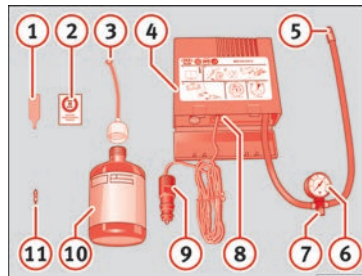

Fig. 48 Représentation standard : contenu du kit anticrevaison.
- Dévissez le capuchon et l'obus de la valve du pneu. Utilisez l'appareil » **fig. 48** **1** pour extraire l'obus. Placez-le sur une surface propre.
- Agitez fortement la bouteille de produit de colmatage des pneus » fig. 48 10.
- Vissez le tuyau de gonflage » fig. 48 3 sur la bouteille de produit de colmatage. Le plombage du goulot de la bouteille est automatiquement percé.
- Retirez le bouchon du tuyau de remplissage » fig. 48 3, puis vissez l'extrémité ouverte du tuyau sur la valve du pneu.
- Placez de nouveau l'obus de valve sur la valve du pneu avec l'outil » fig. 48 1.
- Vissez le tuyau de gonflage du pneu du compresseur » fig. 48 5 sur la valve du pneu.
- Vérifiez si la vis d'évacuation d'air est serrée » fig. 48 7.
- Branchez le connecteur » fig. 48 9 à une prise de courant de 12 volts du véhicule » page 129.
- Raccordez le compresseur d'air au commutateur ON/OFF » fig. 48 8.